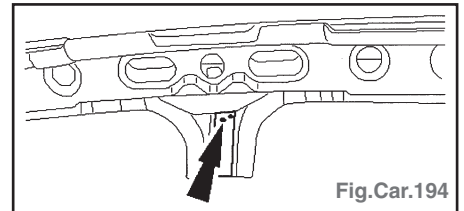

Fig.Car.194
- Renfort de montant B : Fraiser les points de soudure (Fig.Car.194).